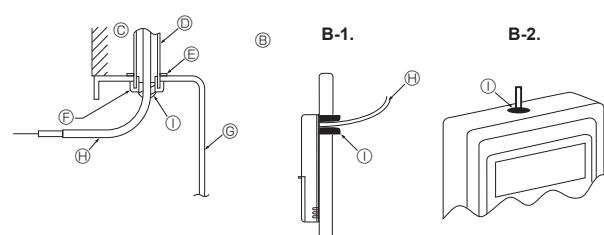

Fig. 6-3
(2) Καλύψτε την είσοδο του καλωδίου στο τηλεχειριστήριο με στόκο ή μαστίχη για να αποφύγετε την ενδεχόμενη είσοδο σταγόνων, νερού, κατσαρίδων ή σκουλικιών. (Fig. 6-3)